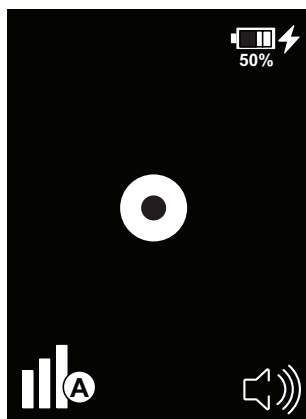

Fig. 20: Pantalla de estado estable con el cargador conectado
- Con el detector de fugas apagado y el cargador conectado, la pantalla mostrará el estado de carga como se muestra en la Fig. 20. Cargue el detector de fugas hasta que la pantalla muestre 100 %.